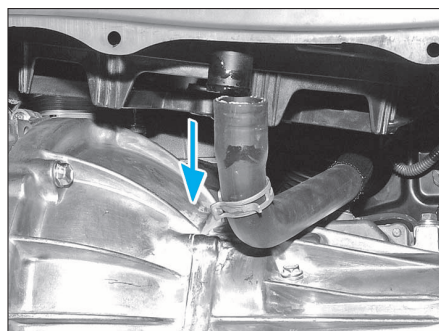

FIG. 39
- Débrancher la durit inférieur de radiateur (Fig.39).